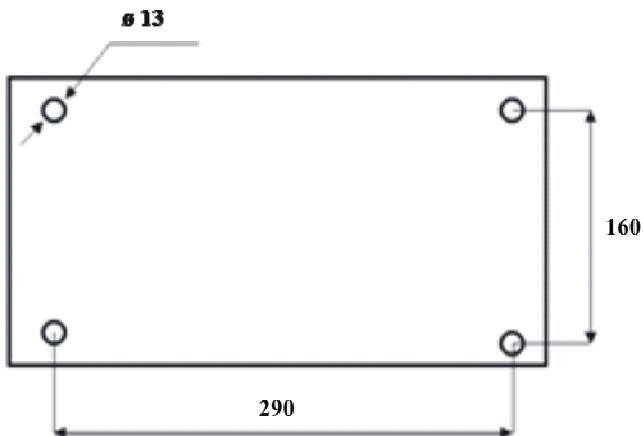

Рисунок 7
**Установочные размеры основания станка (см.рис. 7).**